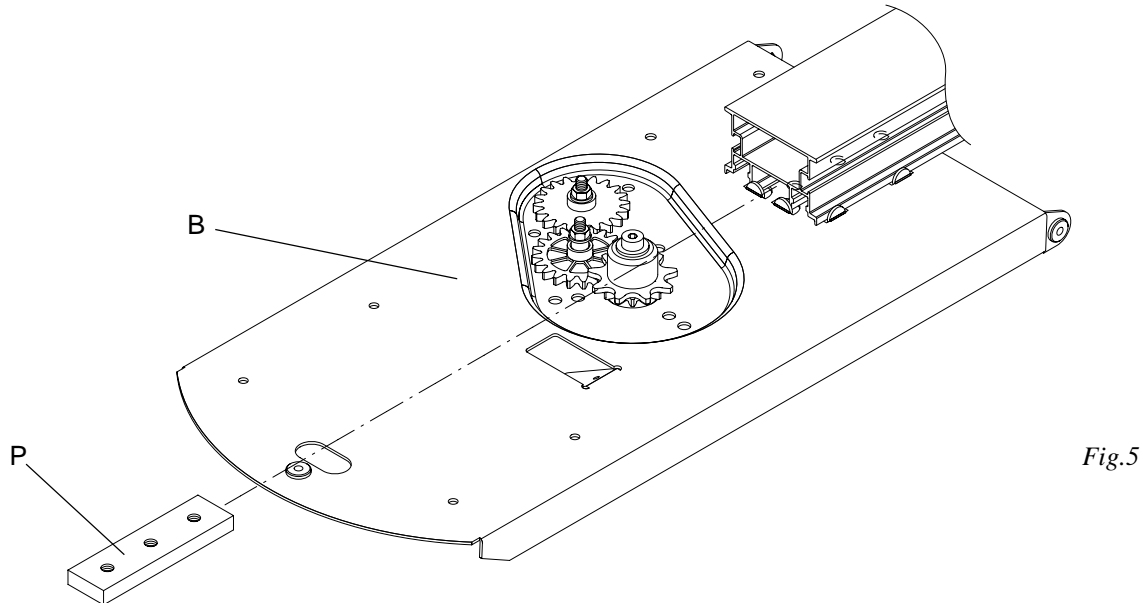

Fig.5
- c) Infilare la piastrina P nel profilo di alluminio fino a far collimare i fori con quelli della piastra di base B (Fig.5).
- c) Introduce the plate P in the aluminium profile until the holes of the plate correspond to the holes of the base plate B (Fig.5).**
- c) Plättchen P in das Alu-Profil einsetzen, bis die Löcher mit denen der Basisplatte B übereinstimmen (Abb.5).*
- c) Introduire la plaque P dans le profil en aluminium jusqu'à ce que les trous coïncident avec ceux de la plaque de base B (Fig.5).**
- c) Introducir la plaqueta P en el perfil de aluminio hasta encarar los agujeros con los de la placa de base B (Fig.5).